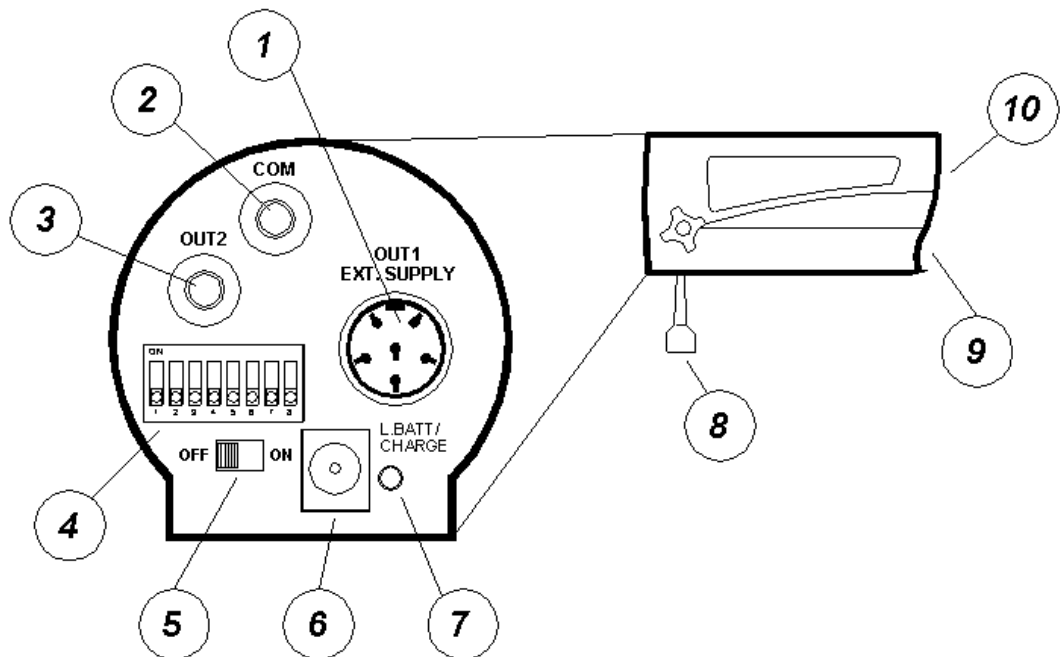

Figura 1
- tensione di ricarica : tensione applicata al jack di ricarica (vedi Figura 1 n°6). La tensione deve essere compresa fra gli 8V ed i 13V (l'utilizzo di tensioni superiori ai 13V è altamente sconsigliato ; per tensioni superiori infatti un elemento di protezione (varistor) interrompe il circuito di alimentazione. Il circuito viene ripristinato qualora le condizioni di tensione siano rientrate nel range operativo.
- tensione di alimentazione : tensione fornita alla fotocellula mediante la presa Amphenol a 6 poli (Figura 1 n° 1). La tensione deve essere compresa fra i 5V ed i 12V. Anche in questo caso esiste una protezione analoga a quella per la tensione di ricarica.
Nel caso si volesse ricaricare immediatamente gli accumulatori senza effettuare una preventiva loro scarica portare per un istante il deviatore (Figura 1 n° 5) su ON tornare rapidamente su OFF. Il programma di gestione della ricarica non effettuerà la preventiva scarica delle batterie (passo 3 e 4). La carica diretta degli accumulatori senza la preventiva loro scarica è da effettuarsi solo eccezionalmente in quanto abbrevia la vita delle batterie.